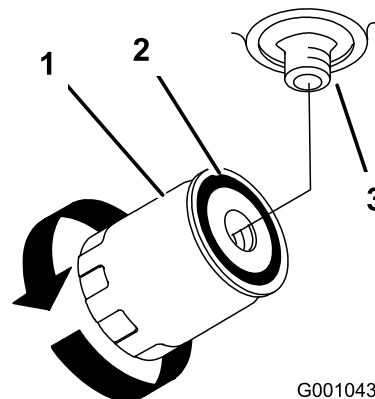

Figura 73
4. Retire el filtro usado y limpie con un paño la superficie de la junta del adaptador del filtro (Figura 73).
7. Gire el filtro en sentido horario hasta que la junta de goma entre en contacto con el adaptador del filtro, y apriete el filtro media vuelta más (Figura 73).